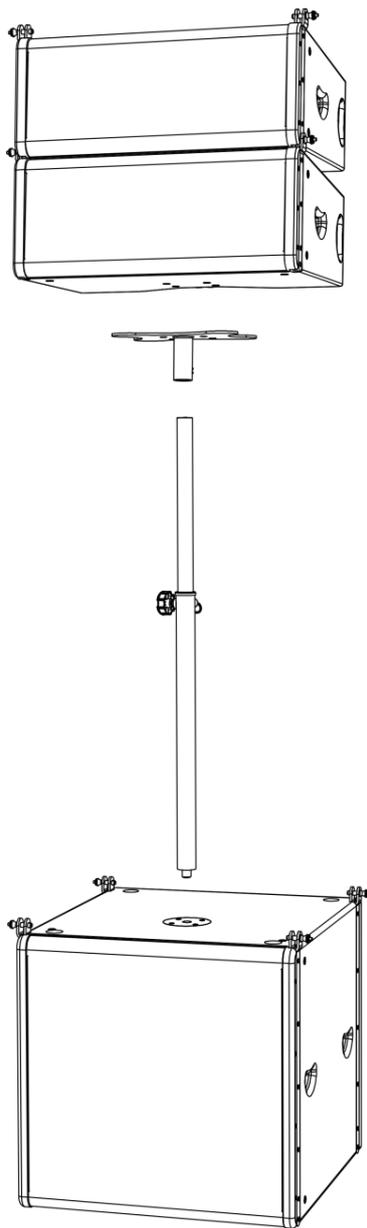

Fig. 04
02) A continuación ya podrá instalar la unidad Distance Tube (**D8611**) en los altavoces Odin T-8A y S-18A (Fig. 04).